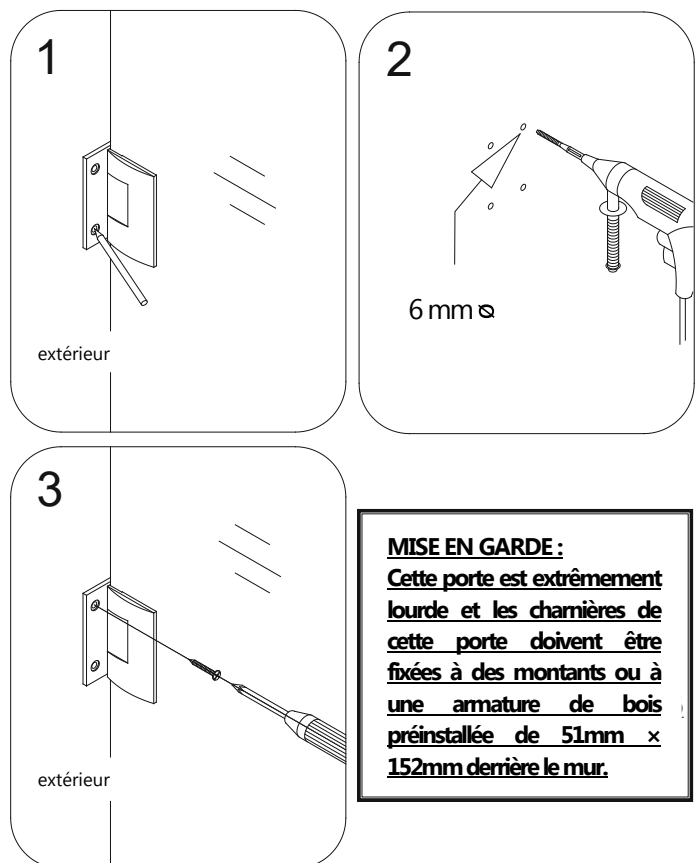
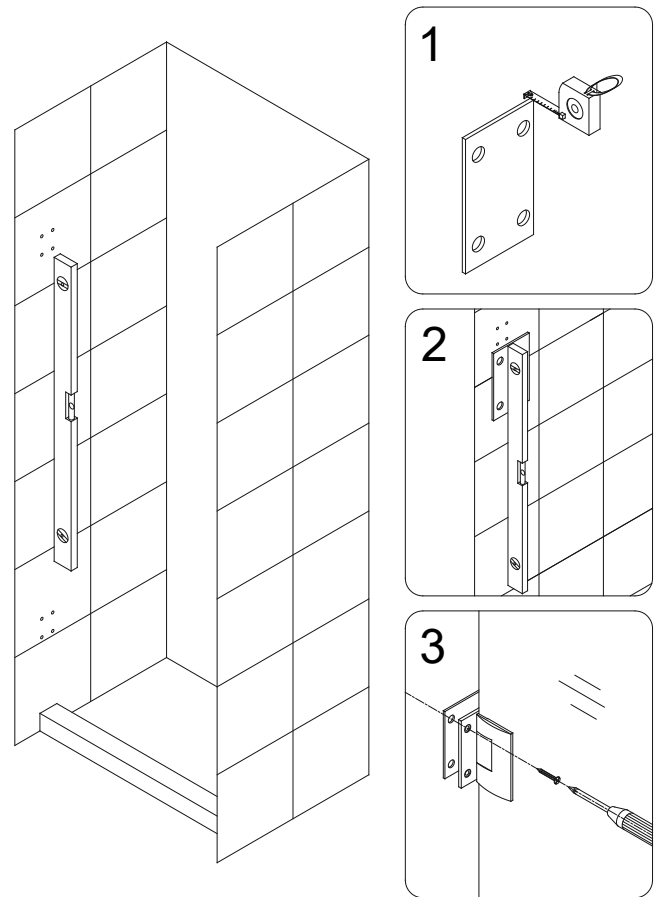

Fig. 3
Fig. 4
Les entretoises de charnière en PVC (N° 31) sont fournies pour compenser les conditions mineures de mur en faux aplomb. Utilisez uniquement si nécessaire, car leur utilisation pourrait changer la taille de l'ouverture de votre douche. Veuillez-vous référer à la figure 4 pour un exemple d'installation*.
4. Remplacez la **porte vitrée (N° 01)** sur le seuil avec les cales de 16 mm et fixez les charnières au mur à l'aide de **vis à tête plate ST5x70 (N° 04)** en débutant par la charnière à l'extérieur de la douche. Ouvrez ensuite la porte et installez les autres vis sur les deux plaques murales depuis l'intérieur. **(Fig 3 and Fig 4)**